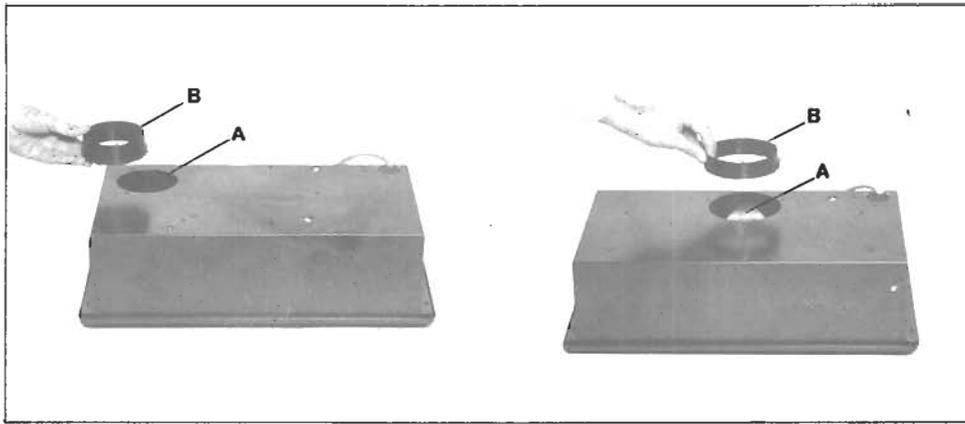

Fig. 1
- L'air est évacué à l'extérieur à l'aide d'un tube de 100 mm de diamètre (120 mm en cas de hotte à 2 moteurs), à raccorder au trou d'évacuation "A" grâce à la bague de raccord "B" (Fig. 1).